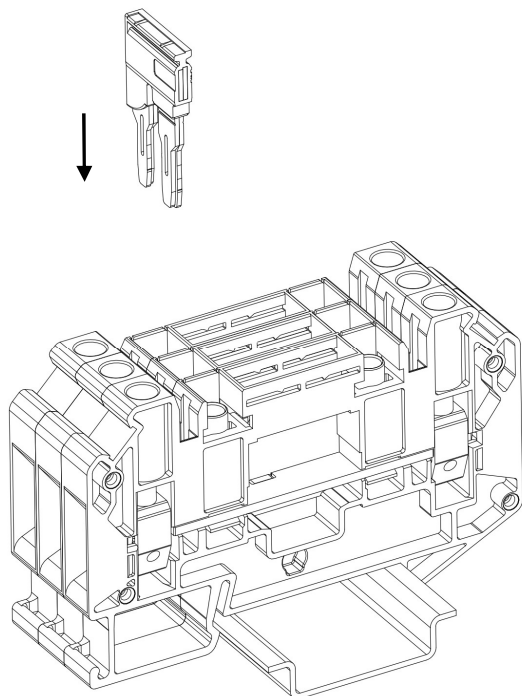

Рисунок 39 – установка перемычки с удаленными крайними полюсами в функциональное отверстие
- Для сокращения количества полюсов перемычки удалите крайние полюса (рис. 39);